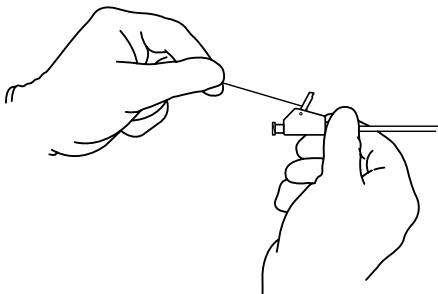

Fig. 1
- a. Stabilisera Mac-Loc-fattningsenheten med en hand och dra i suturen för att forma stentens distala öglekonfiguration. (**Fig. 1**)